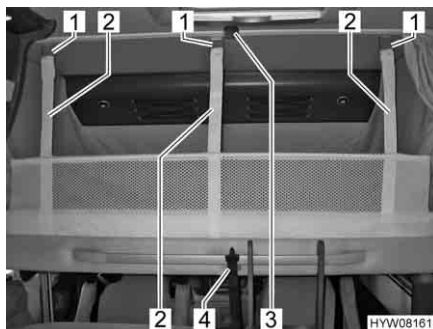

Fig. 94 Rete protettiva (montata)
- Staccare la cintura di ritegno (Fig. 94,4).
- Staccare le cinture di ritegno (Fig. 94,2) e sistemare la rete protettiva sotto il materasso.
- Assicurare il letto basculante al soffitto (Fig. 94,3) mediante la cintura di ritegno (Fig. 94,4).
- Agganciare le cinture di ritegno (Fig. 94,2) ai ganci (Fig. 94,1) del soffitto.